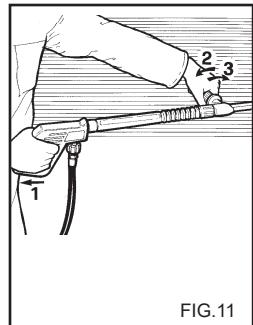
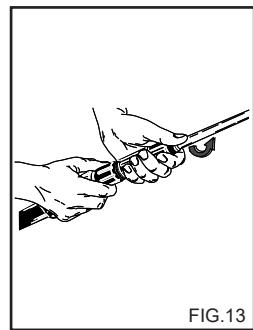

FIG.11
FIG.13
HET GEBRUIK VAN DE DUBBELE SPUIT OF VAN DE REGELBARE KOP (Fig. 11).
2) Verwijder het verlengstuk van de handgreep en breng de dubbele lans of de lans met verstelbare kop (fig.13) aan, bedien de hogedrukreiniger, bedien het aanzuigcommando van het reinigingsmiddel op de lans (fig. 11, 12) en besprenkel het te reinigen oppervlak van beneden naar boven.